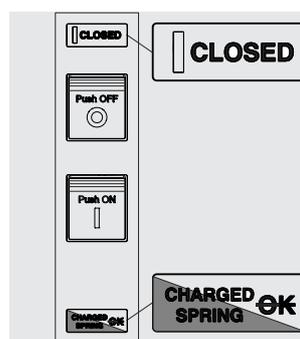

Figura 35
- Interruttore chiuso con molle cariche e non pronto alla chiusura (vedi Figura 35). Questa stato si verifica quando dopo la chiusura (vedi passo 4 - Manovre apertura/chiusura manuale interruttore) le molle vengono ricaricate manualmente o automaticamente dal motoriduttore (se previsto).